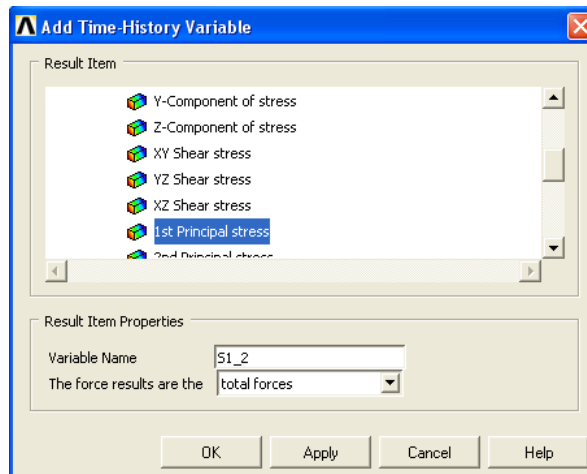

Рисунок 103. Окно *Add Time History Variable*
- В окне **Add Time History Variable** (Рисунок 103) необходимо выбрать раздел **1st Principal stress**.